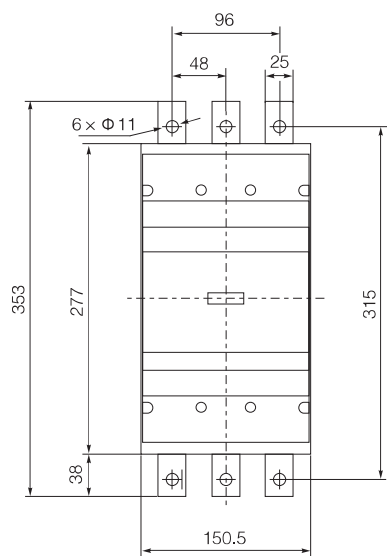

图14
• CFM3E-400、630 (增容型)插入式板前安装尺寸见图14、15、16